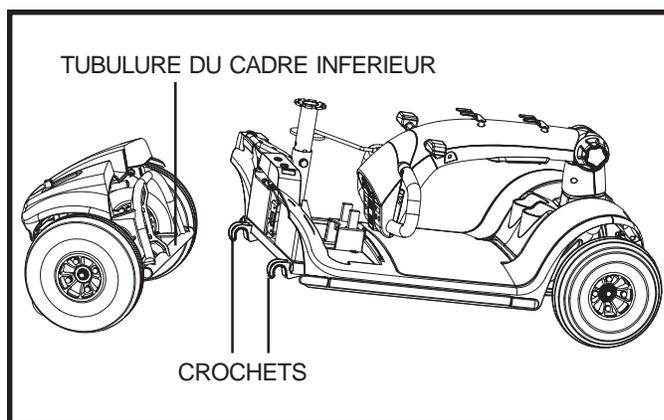

Figure 23. Séparation des sections
4. Soulevez la section avant afin de complètement dégager et séparer les crochets de la section arrière. Voir figure 23.
5. Séparez lentement les sections. Voir figure 23.
1. Positionnez les sections. Voir la figure 23.
2. Prenez le levier de blocage pour soulever la section avant en alignant les crochets de section avant avec les tubes de la section arrière. Voir la figure 23.